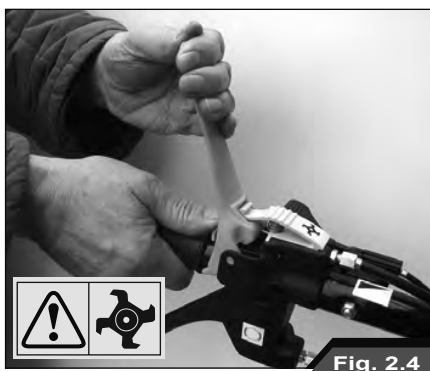

Fig. 2.4
- La Leva frizione rotore lame va sempre azionata con due mani. Sganciate l'attacco di sicurezza della Leva frizione rotore lame come illustrato (Fig. 2.4).